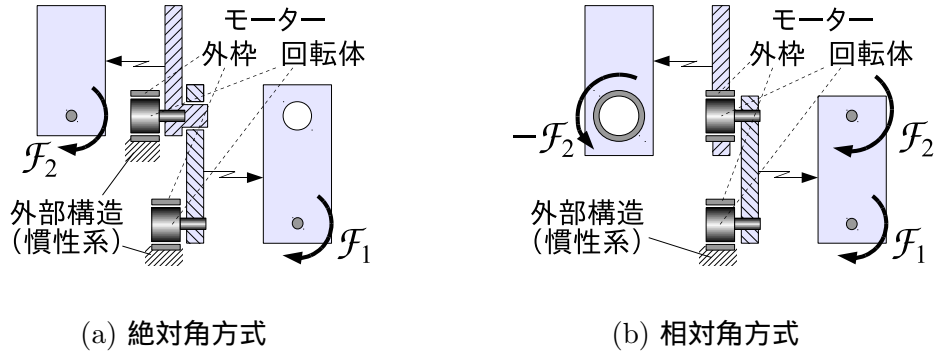

図 2: 2 節リンクにおける一般化力の作用
▶ 解答例 図 2 のように，(a) 絶対角方式の \mathcal{F}_2 は，絶対角 q_2 を直接変化させるトルクなので，その作用の対象は第 2 リンクのみである．これに対して，(b) 相対角方式の \mathcal{F}_2 は，相対角 q_2 を押し開く (閉じる) ように働くので，第 1 リンクと 2 リンクに対して，同時に逆向きのトルク $\mathcal{F}_2, -\mathcal{F}_2$ が作用する．
図 2 に示した構造を，もう少し詳しく補足しておこう．(a) 絶対角方式では，モーターの外枠は 2 個とも，外部構造 (慣性系など) に対して回転してはならない．となると上側のモータの設置方法が課題になる．例えば，外部構造にモータの外枠を固定し，回転体 (軸) の回転を回転伝達用ケーブル³⁾ で伝えるような設計もありうるが，工業的にはあまり見られない構造だと思う．その一方で，(b) 相対角方式では，外部構造に固定するのは，下側